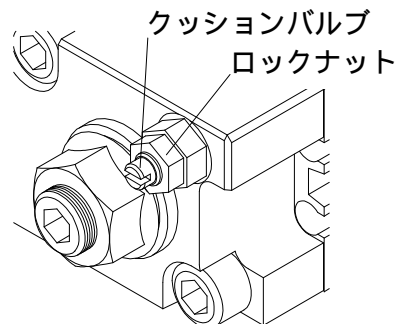

図 15
a) ロータリ・アクチュエータは出荷の際にクッションが効くように調節されていませんので、使用に際しては揺動時間や負荷の慣性モーメントの大きさに応じて、カバーに装着されているクッションバルブを調節して使用してください。(図 15 参照)